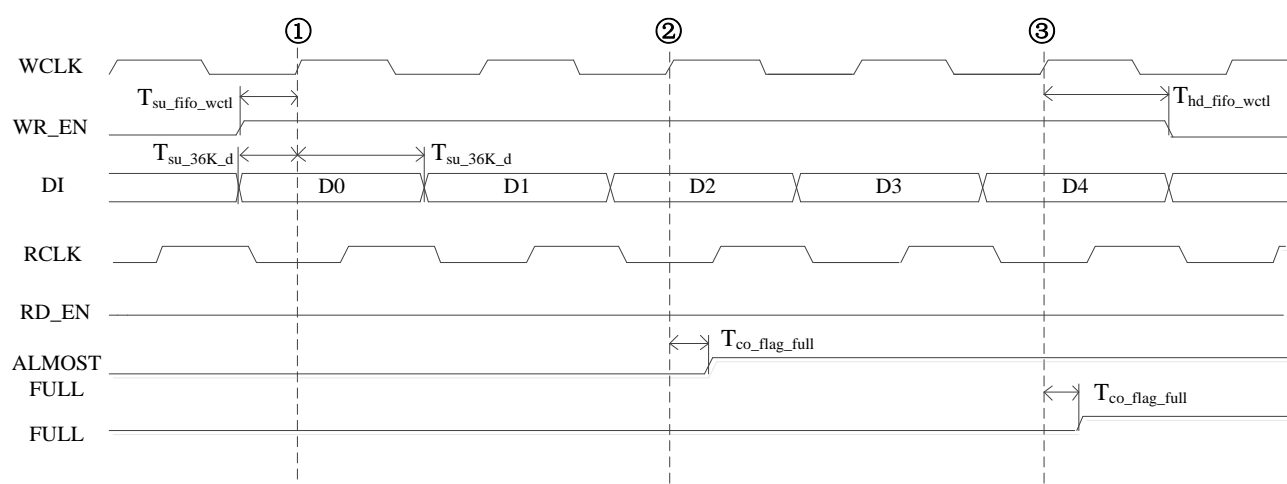

图 7-5 写入将满异步 FIFO 时序图
FIFO 将满时，根据 ALMOST\_FULL\_OFFSET 参数的配置，写指针与读指针位置之差值等于设置值时，ALMOST\_FULL 标志将在 WCLK 的上升沿置 1（图 7-5 中上升沿②）。当 FIFO 写满时（图 7-5 中上升沿③），写指针不再增加，不再进行写入操作，FULL 信号立刻置 1。
写入将满异步 FIFO 时序图如图 7-5 所示：